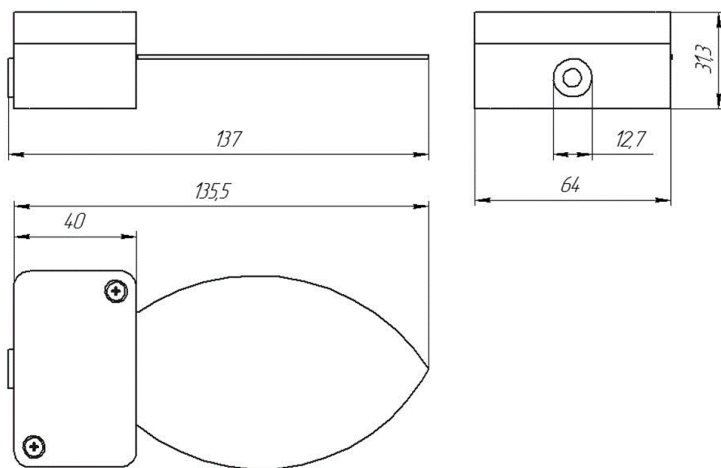

Рисунок 4. Габаритные размеры изделия «СОКОЛ-ДВЛ1».
2.10. Габаритные размеры изделия «СОКОЛ-ДВЛ1» показаны на рис.4.